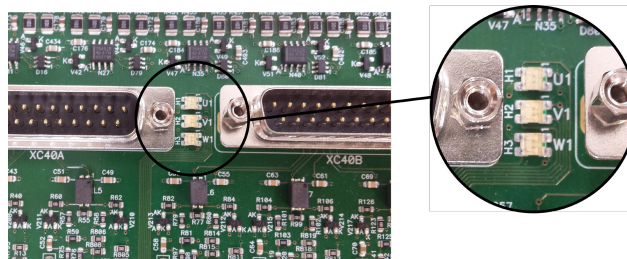

Figura 0.1 - LEDs indicadores de falha nos braços das unidades de potência (desaturação)
(1) No caso do CFW-11M/W G2, não é indicado na HMI em qual UP11 G2 ocorreu a falha. A indicação de qual UP11 foi a causadora da falha é feita por LEDs no cartão ICUP, Figura 0.1 na página 0-35. Quando efetuado o RESET, os LEDs são apagados, voltando a ligar caso a falha persista.